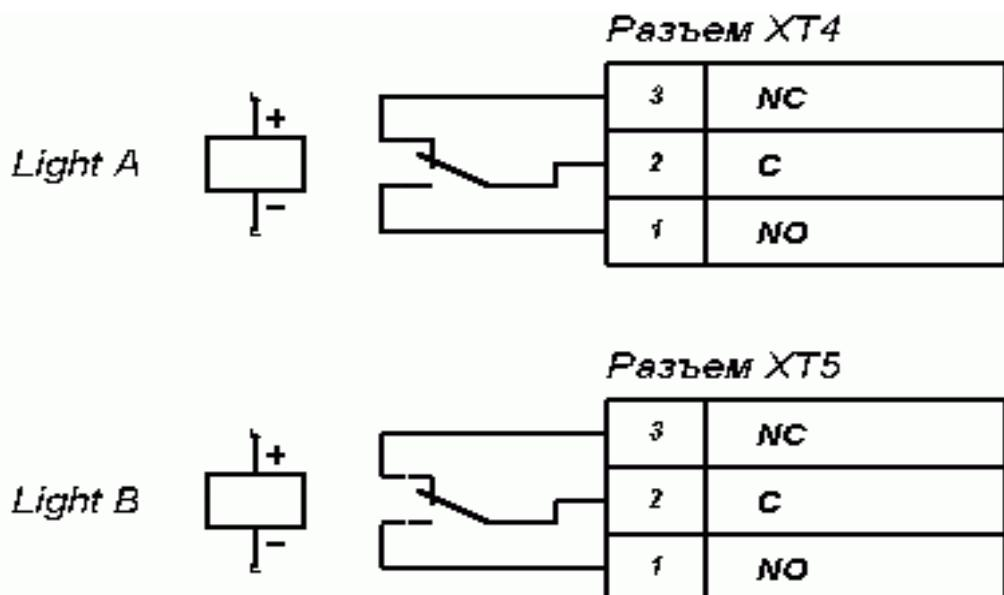

Рисунок 8 – Выходные каскады для Light A и Light B
5.9.4 Выносные индикаторы подключаются на клеммные колодки "XT4" (Light A) и "XT5" (Light B). При этом реле Light A (Light B) активизировано (на его обмотку подано напряжение), когда горит соответствующая данному направлению прохода зеленая стрелка на световом табло, и нормализовано (на его обмотку напряжение не подано), когда соответствующая данному направлению прохода зеленая стрелка на световом табло не горит. Факт срабатывания / отпускания реле Light A и Light B можно определить по загоранию / гашению красных индикаторов, которые установлены вблизи указанных реле (см. рис. 3). Выходные каскады для Light A и Light B — перекидные контакты реле (см. рис. 8) со следующими характеристиками сигналов: